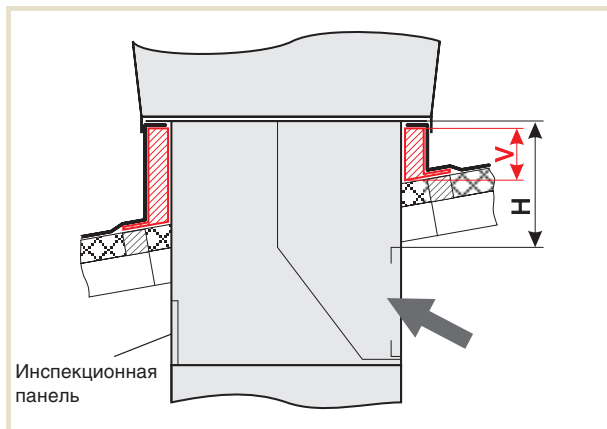
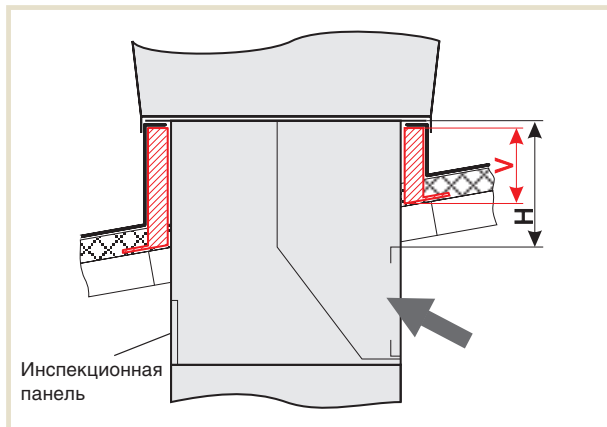

Рис. 7: Монтаж основания на поверхности крыши
Рис. 8: Основание встраивается в крышную конструкцию
Высота монтажного основания (V) определяется расстоянием (H) между верхней кромкой вытяжной решетки и фланцем нижней части агрегата (см. таблицу 5). Очень важно при заказе оборудования указать, каким образом будет монтироваться основание на крыше - непосредственно на поверхности (Рис. 7) или встраиваться в крышную конструкцию (Рис. 8).